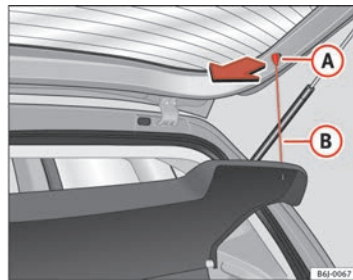

Fig. 87 Bandeja portaobjetos
- Desenganche los tirantes ⇒ fig. 87 (B) de los alojamientos (A).